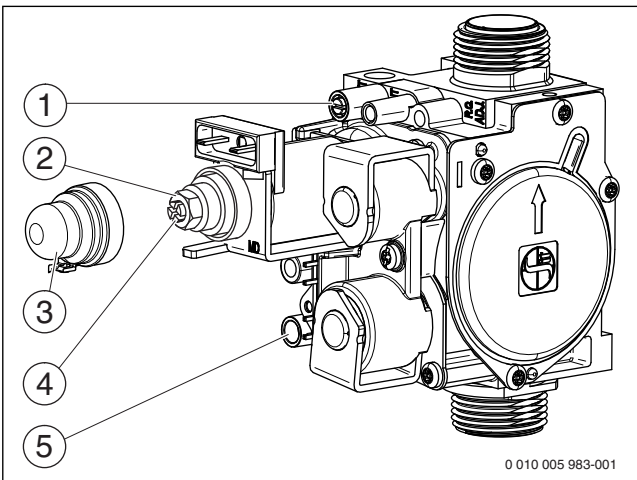

Рис. 31 Газовая арматура
- ▶ Отверните уплотнительный винт штуцера измерения давления на форсунках (рис. 31, [1]) и подсоедините U-образный манометр.
- ▶ Снимите крышку (рис. 31, [3]).
- ▶ Значение «max» давления (мбар) на форсунках приведено в таб. на стр. 46. Установите давление на форсунках регулировочным винтом максимального расхода газа (рис. 31, [2]). Поворот направо - больше газа, поворот налево - меньше газа.
- ▶ Значение «min» давления (мбар) на форсунках приведено в таб. на стр. 46. Установите давление на форсунках регулировочным винтом минимального расхода газа (рис. 31, [4]).
- ▶ Выключите котёл и закройте газовый кран, отсоедините U-образный манометр и заверните уплотнительный винт (рис. 31, [1]).
- ▶ Отверните уплотнительный винт на штуцере измерения подаваемого давления газа (рис. 31, [5]) и подсоедините манометр.
- ▶ Установите и опломбируйте крышку (рис. 31, [3]).